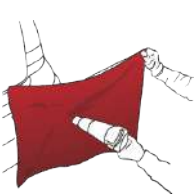
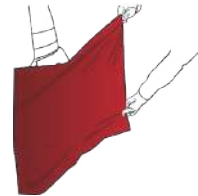

Abbildung 20
Abbildung 21
- › Folie auf 30 ° C bis 40 ° C erhitzen (Abb. 20) und so spannen, dass die konvexe Fläche vollständig bedeckt wird. (Abb. 21)
! Das Erwärmen der gespannten Folie (Abb. 20) (Abb. 24) muss mit größter Sorgfalt durchgeführt werden. Heißluftpistole (Handschweißbrenner) sollte so geneigt sein, dass eine größere Oberfläche erwärmt wird. Dabei muss die Heißluftpistole immer bewegt werden. Das Erhitzen einer begrenzten Folienfläche kann zu einer definitiven Beeinträchtigung führen.